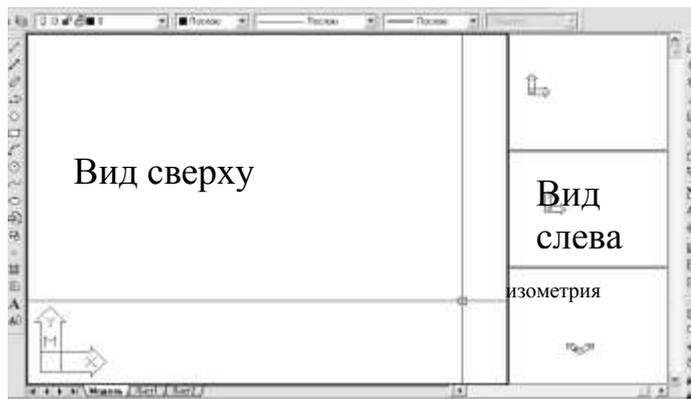

Рис. 97
3. Переключая видовые экраны щелчком мыши, настроить виды, как показано на рис. 97, с помощью стандартной панели инструментов или из ниспадающего меню **Вид** ⇒ **3М Виды**.